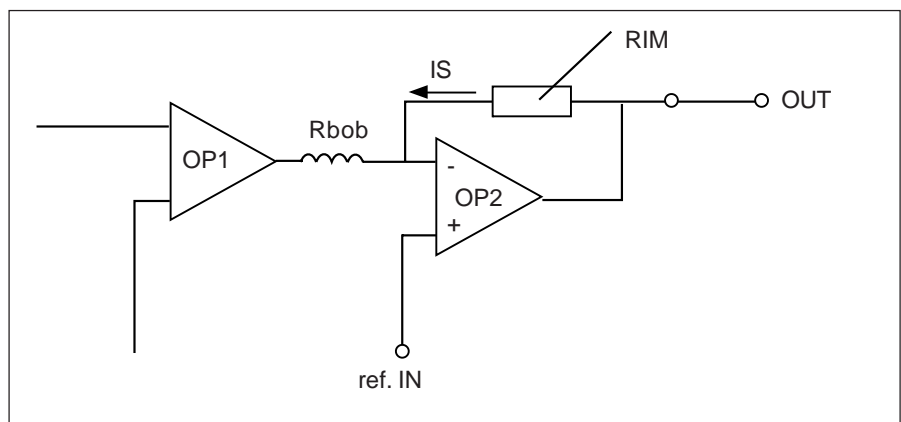

Bild 9: Messbereich in der Betriebsart Refin. LTSR Ausgangs-Schaltbild.
- Der positive Messbereich ist wie folgt definiert: OP1 und OP2 (Bild 9) sind oberhalb von 4,5 V und unterhalb von 0,5 V gesättigt. Die Spannung an den R_{im} -Anschlüssen beträgt: 4,5 V (max. möglicher Ausgang) - $V_{ref\ in} = 4,5\ V - 2,7\ V = 1,8\ V$.